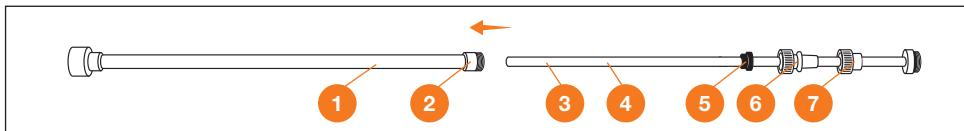

Рис. 20
- Соберите телескопическую штангу (если она не собрана): во внешнюю трубку ① вставьте внутреннюю трубку ④ стороной с технологическим прижимом ③, прижмите резиновую прокладку ⑤ к соединителю ② и накрутите цанговую гайку ⑥, плотно зафиксируйте. Установите требуемую длину штанги и зафиксируйте гайкой ⑦ (Рис. 20).